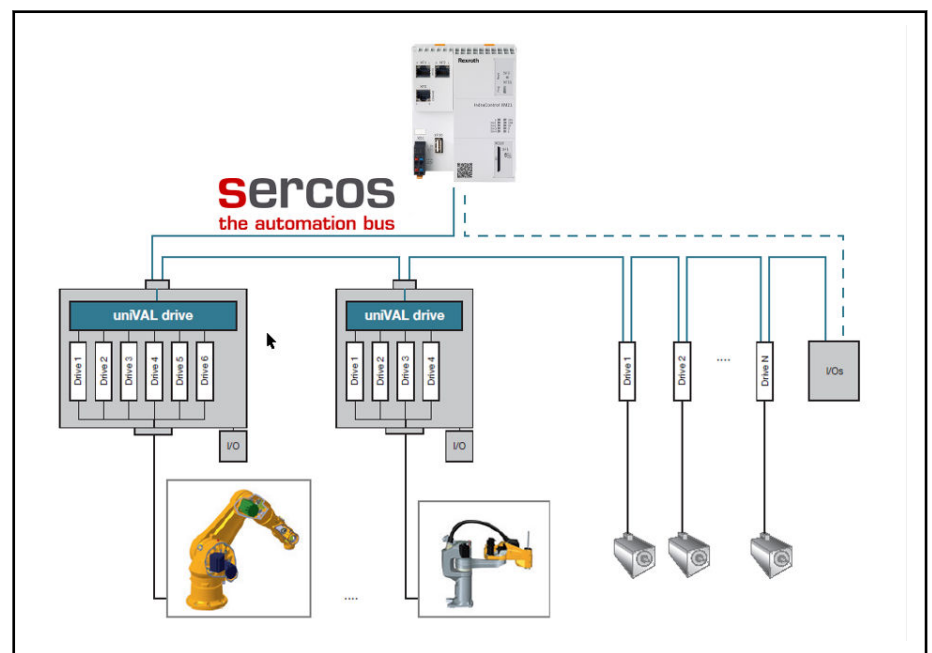

Abb. 11-1: Schematischer Topologieaufbau Bosch Rexroth Steuerungstechnik mit uniVAL drive
- Die MLC mit der entsprechenden Robotersteuerung von Stäubli über den Sercos-Bus verbinden, siehe Abb. 11-1 "Schematischer Topologieaufbau Bosch Rexroth Steuerungstechnik mit uniVAL drive" auf Seite 451 (Robotersteuerung von Stäubli muss über die entsprechende Kommunikationsschnittstelle verfügen)